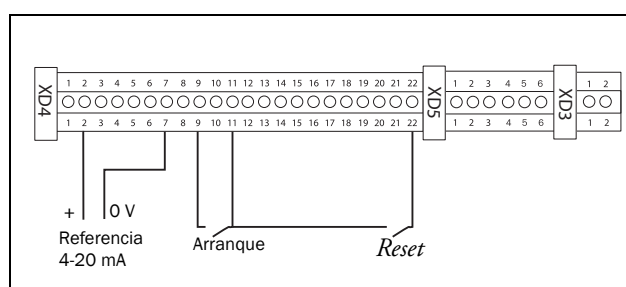

Fig. 22 Cableado
5. Conecte las entradas/salidas digitales y analógicas como se muestra en la Fig. 22.